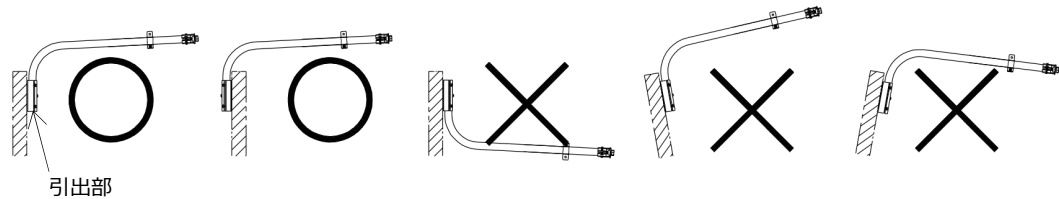

図 1
- ・アームは垂直な面に取付けてください。(図 1)
- ・口出線の引出部が上向きになるように取付けしないでください。(図 1) アームの落下による事故や浸水による絶縁不良の原因となります